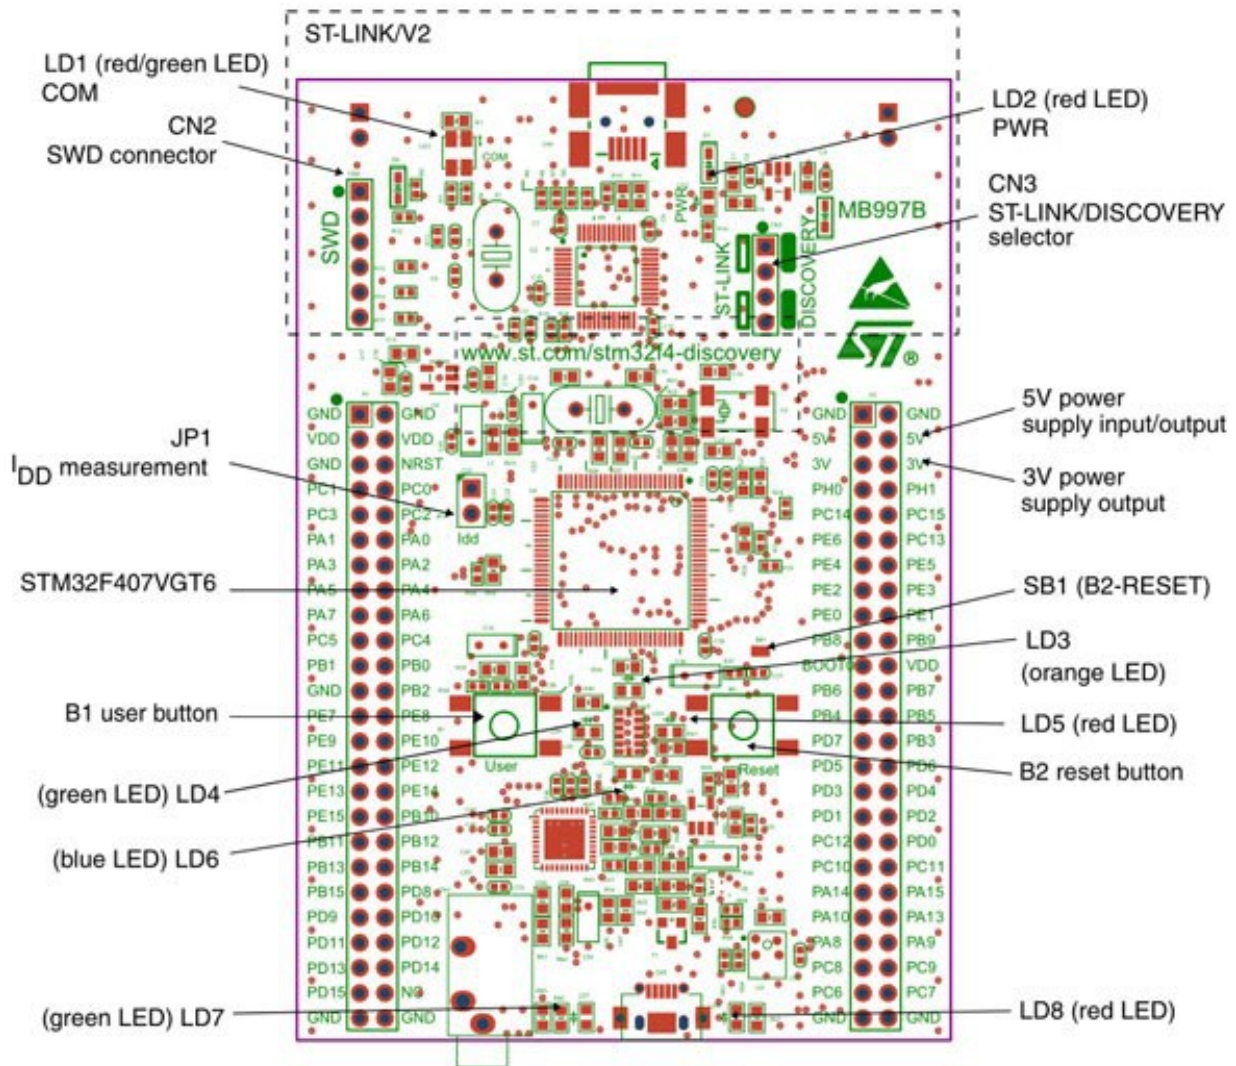

FIGURE 1 – Illustration des différents composants de la carte STM32F4Discovery.
1. Vérifier que les deux cavaliers (ou *jumpers*) JP1 (I_{DD} sur la carte) et CN3 (voir figure 1) sont montés.